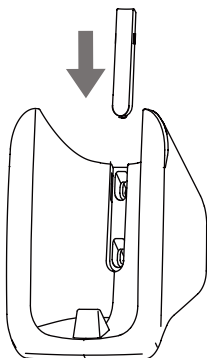

Figura 2.4
2) Far scivolare il tappo a vite nella staffa del supporto sopra alle viti (si veda Figura 2.4);